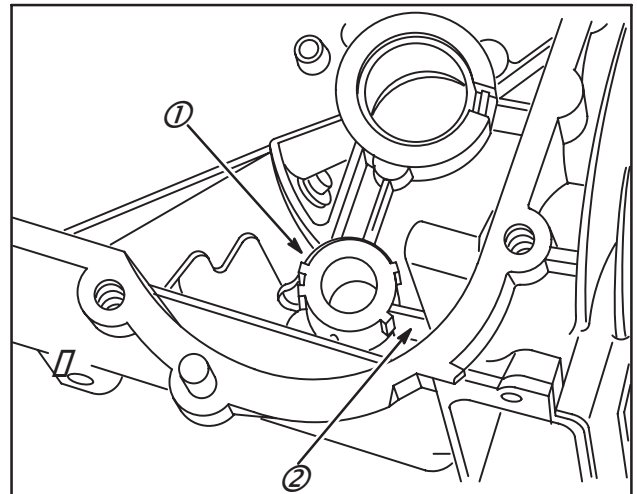

Fig. 64
Lors du remplacement de la rondelle d'arrêt dans le cylindre, s'assurer que le plat sur la rondelle (1) est aligné avec le méplat sur le palier et que les boucles sur le ressort sont de chaque côté des renforts de palier (2), Fig. 64.